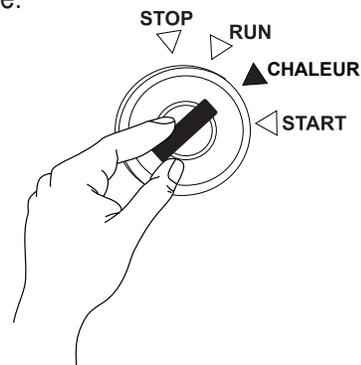

Figure 32. Interrupteur de démarrage (HEAT)
4. Tournez la **clé de contact** dans le sens des aiguilles d'une montre jusqu'à la position **HEAT** (Figure 32). Par temps froid, le **témoin de préchauffage** (Figure 31C) s'allume.